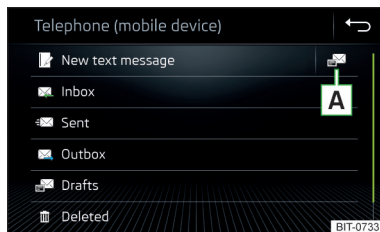

Fig. 206
- > În meniul principal *Telefon*, acționați suprafața de comandă funcții 📞; se afișează un meniu pentru mesaje » fig. 206.
- ▶ În meniul principal al mesajelor text, apăsați suprafața de comandă funcții  *» fig. 206 la pagina 174.*